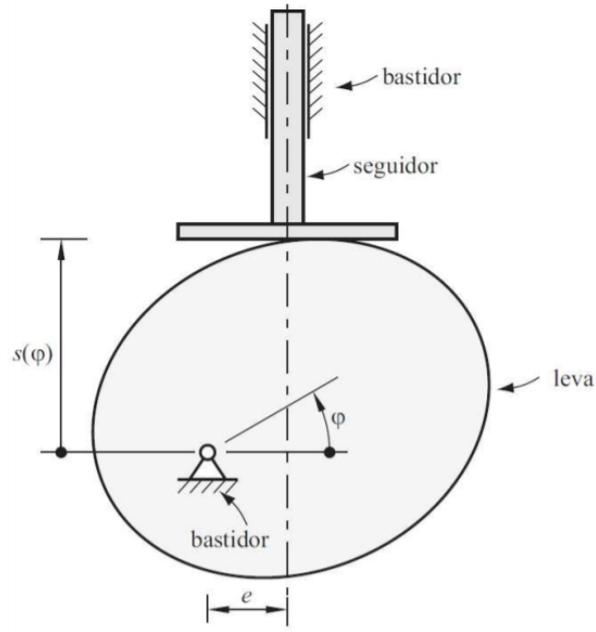

Figura 1: Representación genérica del conjunto leva-seguidor.
- 1) Leva de rotación con seguidor de traslación: Figura 1.
- 3) Seguidor de cara plana: Figura 1.